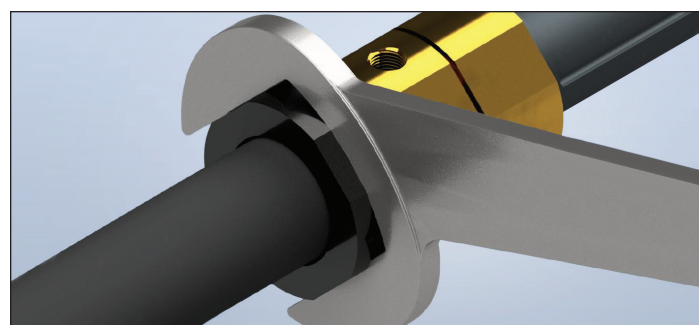

Figure 1-12
14. Serrez la bride arrière jusqu'à un tour complet au-delà du serrage à la main ou jusqu'à ce que la bride arrière s'appuie contre le corps de la bride, selon ce qui advient en premier (figure 1-12). Le couple de serrage final est indiqué au Tableau 2.